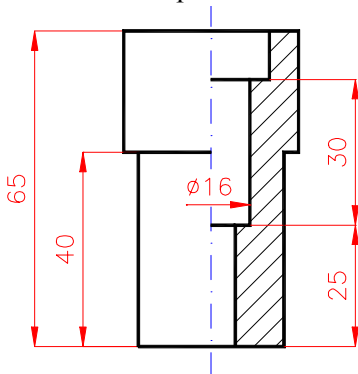

Figura 20 Gruparea cotelor referitoare la dimensiunile interioare și exterioare ale piesei
- ✓ În cazul pieselor simetrice reprezentate combinat (vederi și secțiuni), liniile de cotă referitoare la diametre se trasează întrerupt, depășind cu 5-10mm axa de simetrie (figura 20). Regula se aplică și pieselor simetrice reprezentate pe jumătate (figura 18).
- ✓ Atunci când pe o aceeași proiecție trebuie date atât dimensiuni interioare cât și dimensiuni exterioare, cotele care se referă la exteriorul piesei se grupează de o parte a proiecției, iar cele care se referă la interiorul piesei, de cealaltă parte a proiecției (figura 20).